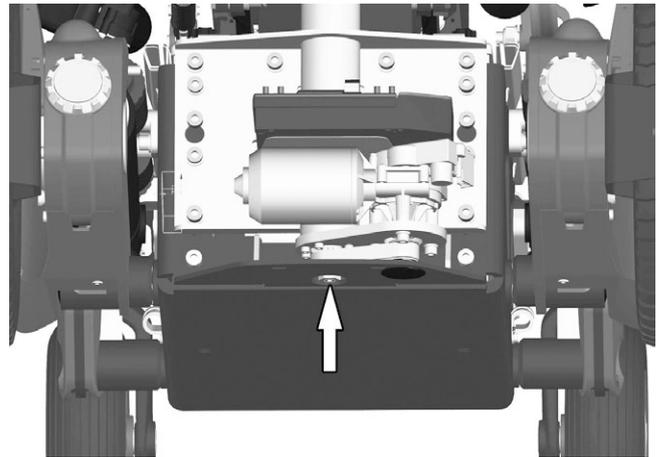

Abbildung 64. Gummischutz unter dem Fahrgestell entfernen, um die Achse der Sitzhöhenverstellung zugänglich zu machen.
9. Gummischutz unter dem Fahrgestell entfernen, um die Achse der Sitzhöhenverstellung zugänglich zu machen. Siehe Abbildung. 64.
Mitgelieferten Blockschlüssel (16 mm) anwenden, um die Sitzhöhenverstellung von Hand durch Drehen der Höhenverstellungsachse einzustellen. Sie ist durch die Öffnung an der Unterseite des Fahrgestells erreichbar. Siehe Abbildung. 64.